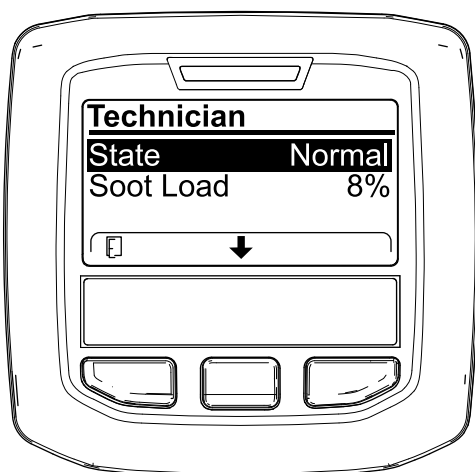

Figure 43
- Reportez-vous au tableau de fonctionnement du FAP pour comprendre l'état actuel de fonctionnement du FAP (Figure 43).